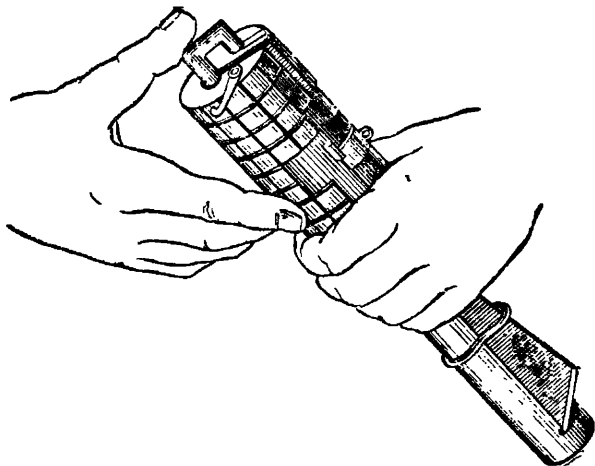

Рис. 24. Как вставить в гранату запал
2) удерживая гранату левой рукой, правой рукой осторожно ввести в гранату запал длинным концом в воронку, коротким — в жолоб (рис. 24); если запал не входит свободно под осторожным нажимом боль-